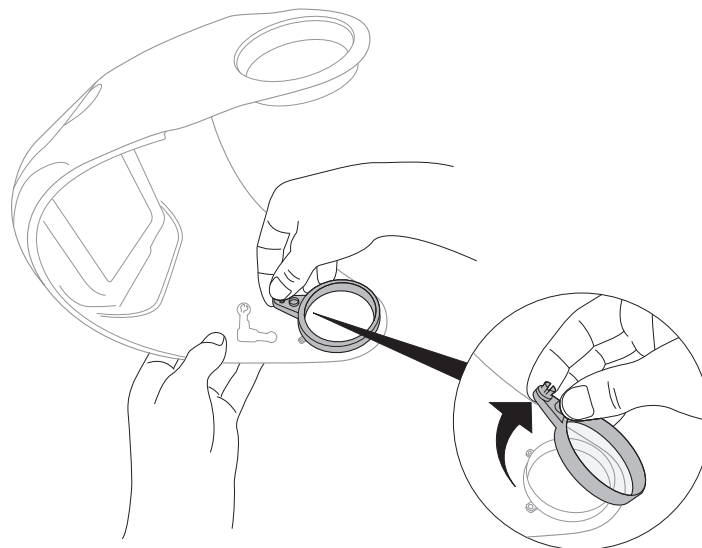

Fig. 16a
- b. Sujete el anillo de pivote por su punto de pivote y haga palanca para sacarlo del poste circular. Hay pequeños bordes que ayudan a mantener el anillo en su lugar, por lo que puede ser necesaria una pequeña presión hacia arriba (Fig. 16a).